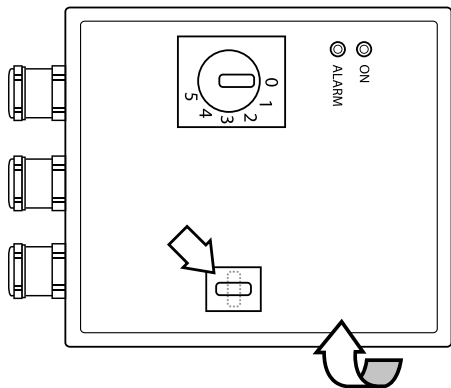

Abb. 2
- Entfernen Sie die Abdeckung des Geräts (**siehe Abb. 2**).
- Befestigen Sie den Regler mit den Befestigungslöchern — 6 in der Rückseite des Geräts (**siehe Abb. 2**).